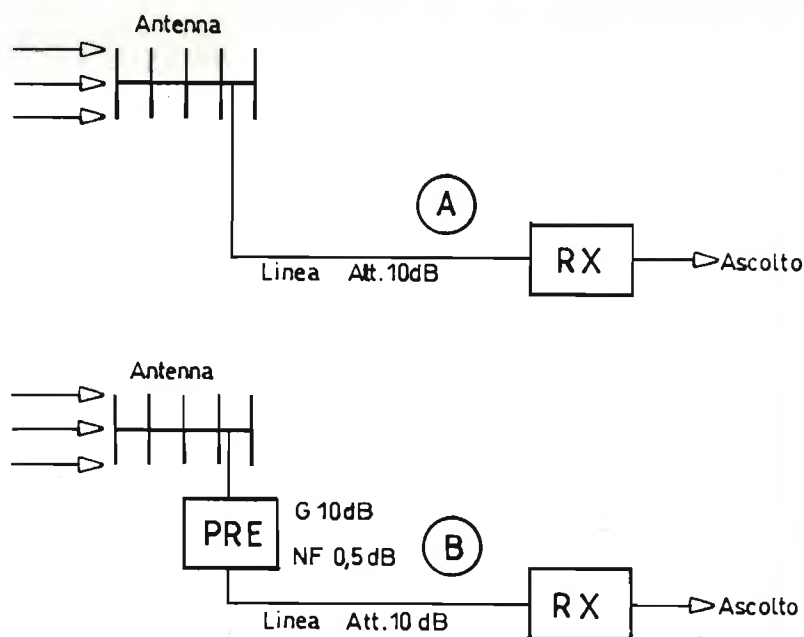

figura 1
Negli anni si sono sviluppati diversi sistemi di accensione automatica dei tubi fluorescenti di tipo preriscaldato, tra cui uno a vibratore magnetico ed altro termico. Il sistema attualmente in uso, che si è sviluppato più recentemente, si basa sul cosiddetto starter, dispositivo con interruttore ad incandescenza, come mostrato in **figura 1 (C)**. Questo starter è formato da un piccolo bulbo di vetro riempito di gas inerte, come argon, elio o neon, a seconda delle caratteristiche di voltaggio desiderato. In effetti, quando si chiude l'interruttore della rete elettrica a 220 volt in un circuito di lampade fluorescenti con starter ad incandescenza, non si ha nessuna caduta di tensione attraverso il reattore e la tensione allo starter è sufficiente per produrre una scarica incandescente tra il contatto della striscia bimetallica e l'elettrodo fisso. Il calore che si genera deforma la striscia bimetallica e consente l'inizio del riscaldamento, mentre il contatto mobile tocca il contatto fisso. Il cortocircuito così prodotto raffredda la striscia bimetallica e in breve tempo i contatti si aprono generando una elevata tensione induttiva. Se il tubo non si accende, la tensione sviluppa di nuovo una scarica incandescente nel bulbo dello starter e l'intera sequenza si ripete. Il tutto avviene, comunque, nell'arco di